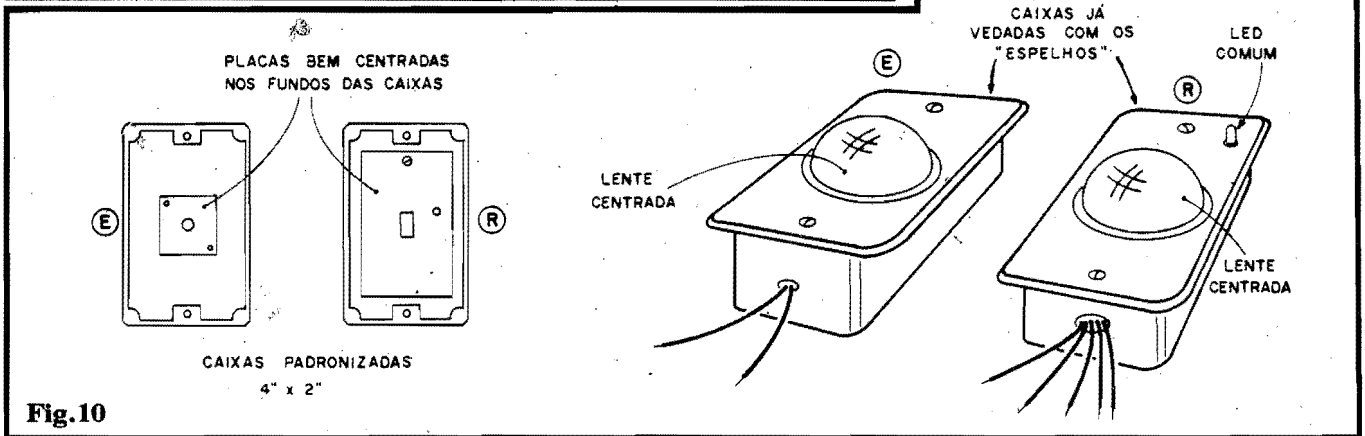

Fig.10
- **FIG. 10 - O ENCAPSULAMENTO DOS MÓDULOS** - Conforme já foi mencionado, as plaquinhas da BIVEP foram especialmente dimensionadas e "leiautadas" para acomodação final em caixas padronizadas de instalações elétricas, na medida **standard 4 x 2"** (10 x 5 cm.). São aquelas caixas normalmente embutidas nas paredes das casas, e que acomodam interruptores, tomadas, etc. No item A da fig. 10, as caixas são vistas "abertas", sem as tampas, determinando-se a colocação interna das placas de circuito... Nos dois casos, o Impresso deve ficar
bem centrado no fundo da caixa, de modo que tanto o LED infra-vermelho quanto o foto-sensor (respectivamente no BIVEP-E e no BIVEP-R assumam também os exatos centros dos **containers** (isso é importante para o correto arranjo ótico, a seguir...). Os dois "espelhos" (tampas) das caixas, originalmente "cegos" (sem furação), deverão (ver fig. 10-B) receber um furo central, com diâmetro compatível com as lentes obtidas (ver LISTA DE PEÇAS/OPCIONAIS-DIVERSOS). Normalmente tais lentes poderão ser fixadas com adesivo de epoxy (tipo "Araldite" ou equivalente) ou de ciano-acrilato (algum "Super-Bonder" da vida...), devendo, porém, o Leitor tomar um certo cuidado se as lentes forem de acrílico, uma vez que esse material pode ser quimicamente "atacado" pelos citados adesivos, gerando um "foscamento" das tais lentes, que prejudicará a eficiência ótica... Ainda quanto as lentes, lembrar que recomendamos o uso de unidades com um bom diâmetro (no mínimo em torno de 2 a 3 cm.) e que também é necessário considerar o parâmetro **DISTÂNCIA FOCAL**, de modo a otimizar o rendimento do sistema nos seus aspectos puramente óticos... Os detalhes estão na próxima figura...
tado da lente por um espaço denominado **distância focal**. Para se obter, a grosso modo, tal distância (sem usar cálculos complicados, ou dispositivos óticos sofisticados, que ninguém de nós, Hobbystas de Eletrônica, tem...), o método mais simples é ilustrado no item 11-A: segura-se a lente a alguns centímetros de distância de uma parede clara, oposta a uma janela; afasta-se e aproxima-se a dita lente da parede, em movimentos lentos, até que sobre a parede se projete uma imagem **nítida** e "miniaturizada" da janela (a imagem será invertida, não se preocupem com isso, uma vez que "raios" infra-vermelhos de cabeça pra baixo, têm a mesma eficiência daqueles com a "cabeça pra cima"...). A tal **distância focal** poderá então ser medida com uma régua, correspondendo ao valor "F", na figura (o exato afastamento entre o centro da lente e a parede...). Na instalação final (ver fig. 10-B) essa deverá, em condição ótima, ser a distância entre a lente e o emissor/sensor infra-vermelho... Se, mecanicamente, apenas for possível usar-se uma distância **menor** do que "F", ainda ficam aceitáveis as "coisas"... Entretanto, se na instalação final, o valor de "F" for **maior** do que o obtido na experiência 11-A, haverá nítida perda